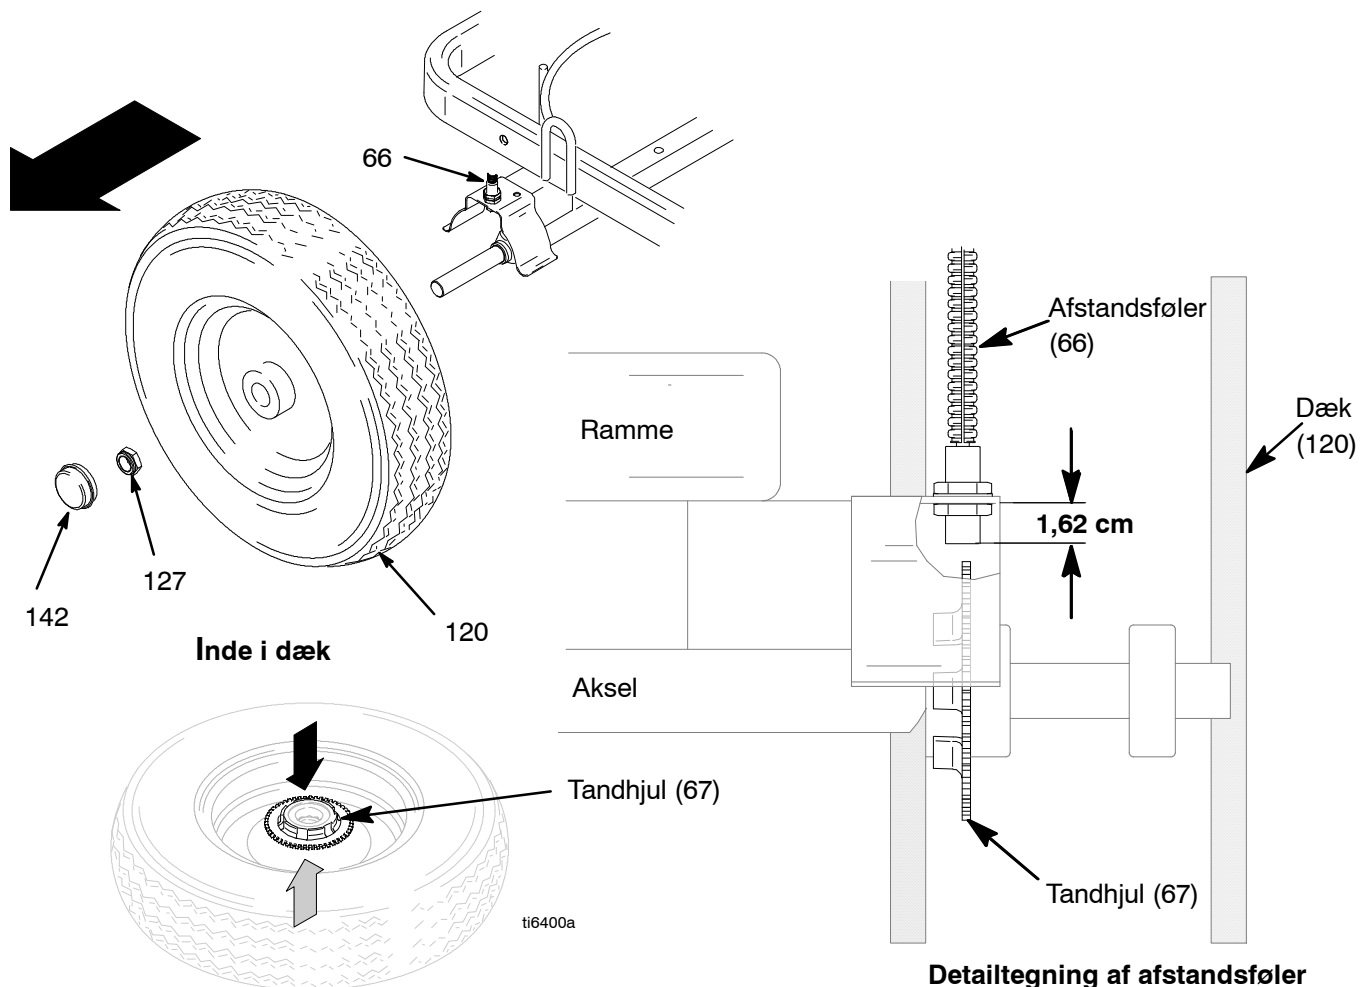

Fig. 14
2. Fig. 14. Fjern støvhætten (142) fra hjulet. Fjern møtrikken (127).
3. Afmonter hjulet (120) fra LineLazer.
4. Bring tandhjulet (67) med føleren.
5. Monter hjulet (120) på LineLazer.
6. Monter møtrikken (127), indtil den sidder stramt, og drej den derefter 1/4 omgang tilbage. Monter støvhætten (142) på hjulet.